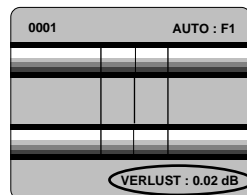

Abbildung 16
4.10 Vergewissern Sie sich nach Abschluß des Spleißvorgangs, daß ein akzeptabler Spleißdämpfungswert erzielt wurde (siehe Abb. 16).